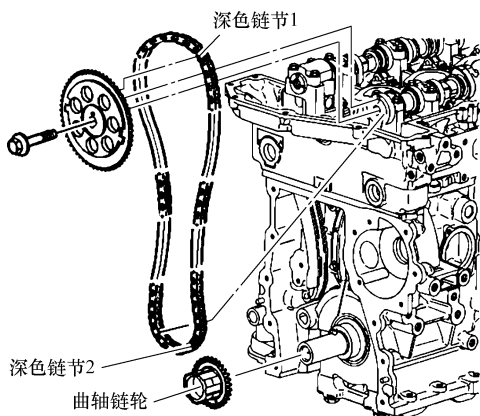

图 17-19 安装正时链条和链轮
1) 确保气缸 1 活塞位于上止点位置, 曲轴上的销子应笔直朝上。按照图 17-19 所示, 把曲轴链轮安装到曲轴上。
2) 按照图 17-19 所示, 把进气凸轮轴链轮安装到正时链条上。将正时链条上的深色链节 1 与进气凸轮轴上的正时标记对齐。
5) 按照图 17-19 所示, 将正时链条上的深色链节 2 与曲轴链轮上的正时标记对齐。